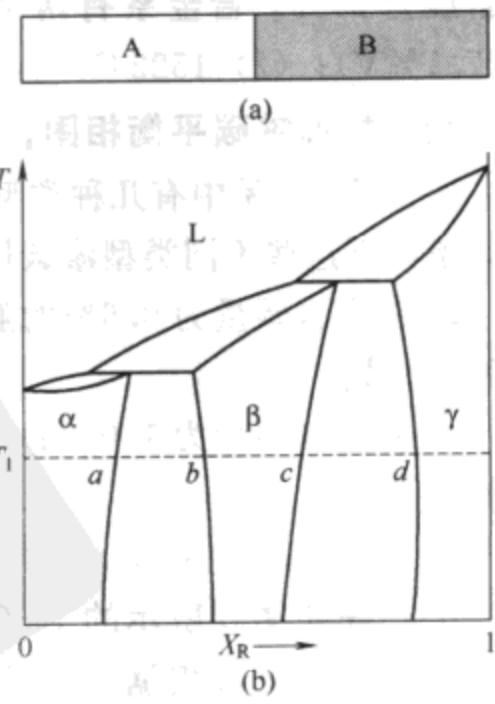

图 1
二、某二元系的相图如图 1 所示，如果用图中的 A、B 两组元组成一个扩散偶：(9 分)
1. 在扩散偶 [如图 1(a)] 中，发生置换扩散的扩散系数与发生间隙扩散的扩散系数有何不同？如果是间隙扩散，是否会发生柯肯达尔效应？为什么？
2. 某二元系的相图如图 1(b) 所示，若将 A、B 两组元组成的扩散偶在图中所示的 T_1 温度加热相当长（但不是无限长）的时间，扩散偶中会出现怎样的组织分布，请用示意图表示。